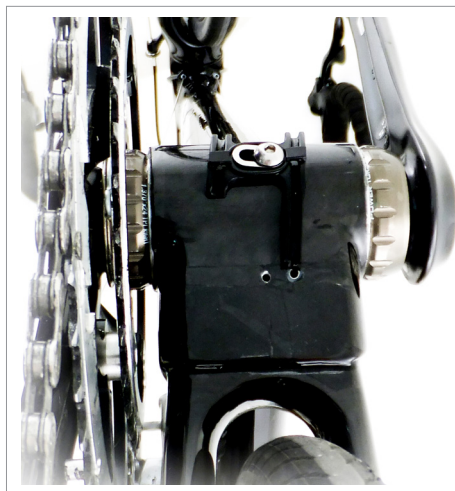

Fig.1
• Verificate che sotto la scatola movimento centrale sia montata la piastrina Campagnolo® (Fig. 1).